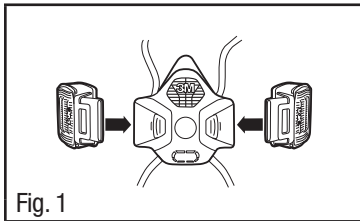

Fig. 1
1. Alinee el extremo del puerto de los cartuchos o filtros con los puertos de la pieza facial (Fig. 1).